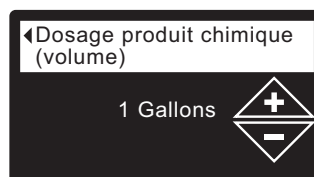

FIG. 87
7. Appuyez sur le sélecteur (O) pour afficher le menu de l'une de ces options (cf. Figure 87 et 88).